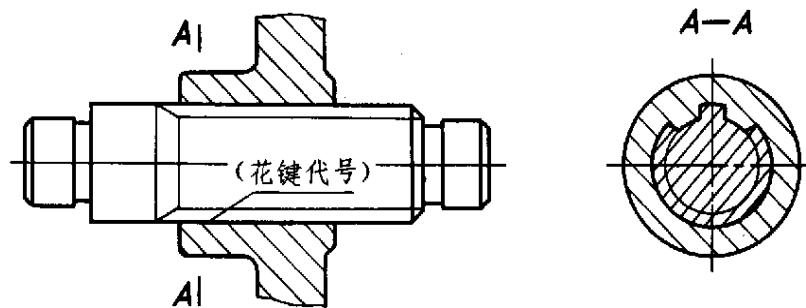
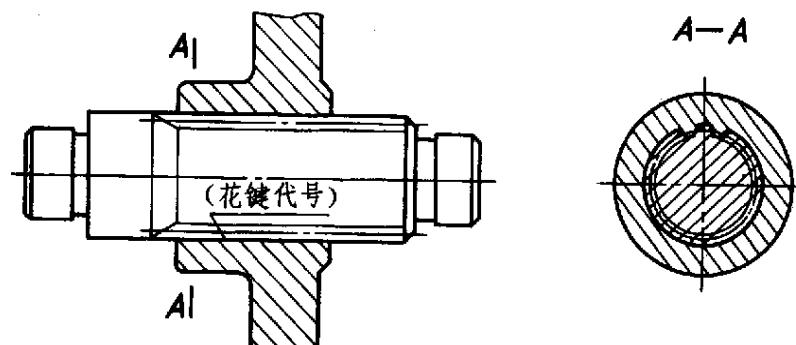

图 9
图 10
2.1 花键联结用剖视表示时，其联结部分按外花键的画法，见图 9、图 10。
矩形花键代号的注法如图9所示。
渐开线花键代号的注法如图10所示。